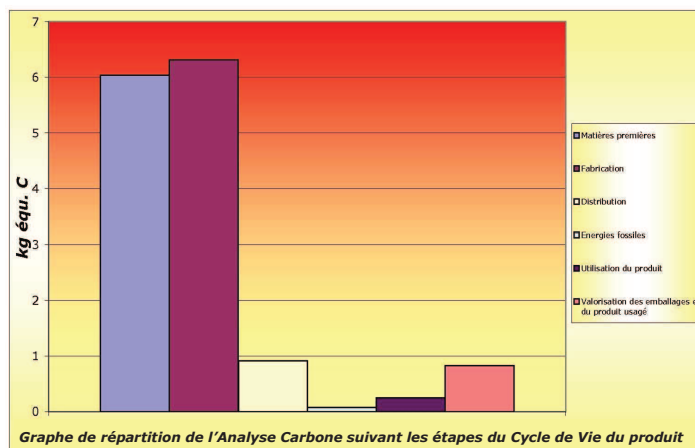

Fig.3
- Un graphe (**Fig.3**) répertoriant les valeurs en **kg équ. C** de chacune des étapes du cycle de vie du produit (en lien direct avec les 6 compteurs intermédiaires). Ce graphe permettant de voir rapidement quelles sont les étapes du cycle de vie qui ont le plus d'impact sur l'environnement.